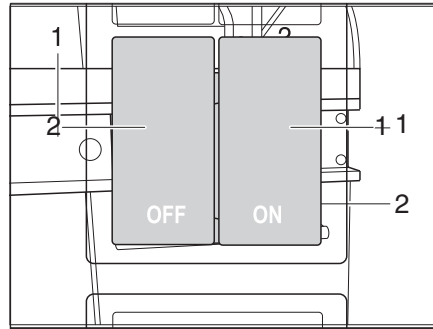

Fig. 125 Interruptor para bloqueo central de la línea de servicio de cocina
La línea de servicio de cocina está equipada con un bloqueo central. Las trampillas y los cajones del bloque de cocina se pueden bloquear y desbloquear manualmente con el interruptor (Fig. 125).
- Bloqueo** ■ Pulsar el interruptor ON (Fig. 125,1). Las trampillas y los cajones del bloque de cocina están bloqueados.
- Desbloqueo** ■ Pulsar el interruptor OFF (Fig. 125,2). Las trampillas y los cajones del bloque de cocina están desbloqueados.